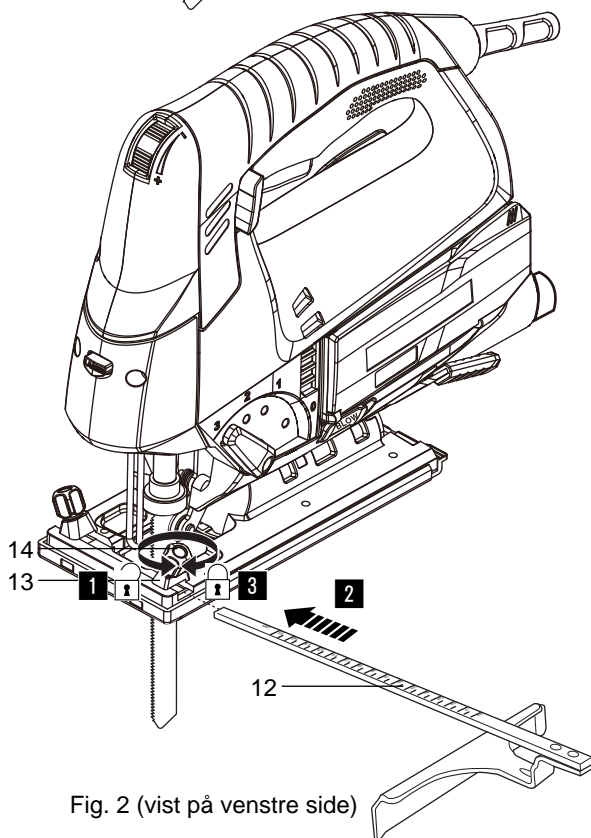

Fig. 2 (vist på venstre side)
1. Løsne de 2 festeknottene (14) (fig. 2, trinn 1).
2. Juster parallellføreren (12) i forhold til brakettene (13) og sett den inn (12) gjennom dem (fig. 2, trinn 2).
4. Trekk til låseknotene (14) for å feste parallellføreren (12) i ønsket stilling (fig. 2, trinn 3).